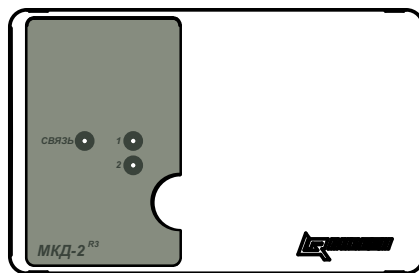

Рисунок 1
- 5.1 Модуль конструктивно выполнен в пластмассовом корпусе. Корпус состоит из двух частей – основания и крышки (Рисунок 1). Крышка имеет окна для индикаторов СВЯЗь, «1», «2», расположенных на плате.